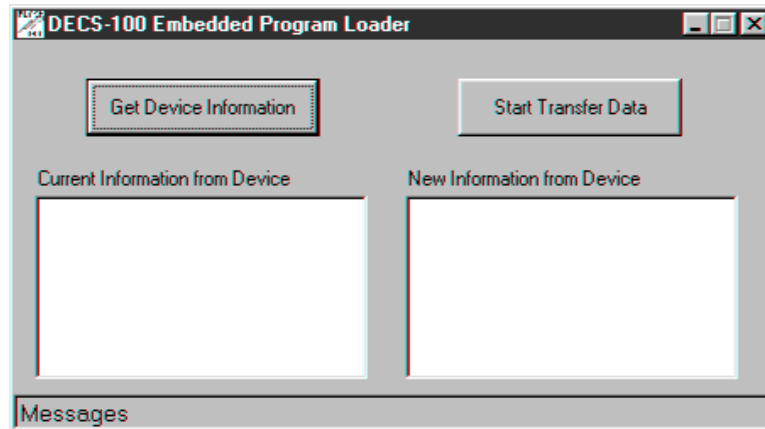

Abbildung 5-22. DECS-100 Integriertes Ladeprogramm
3. Klicken Sie auf **Yes**, um mit dem Hochladen der Software fortzufahren. Wenn Sie **Yes** geklickt haben, erscheint das Fenster zur Kommunikationsinitialisierung (Abbildung 5-4). Wählen Sie den aktiven Kommunikationsport für Ihren PC und klicken Sie die Initialisierungsschaltfläche. BESTCOMS ruft die Konfigurationseinstellungen aus dem DECS-100 ab und speichert alle Einstellungen. Nachdem das Speichern der Einstellungen abgeschlossen ist, erscheint das DECS-100 Ladeprogramm für die integrierte Software aus Abbildung 5-22.